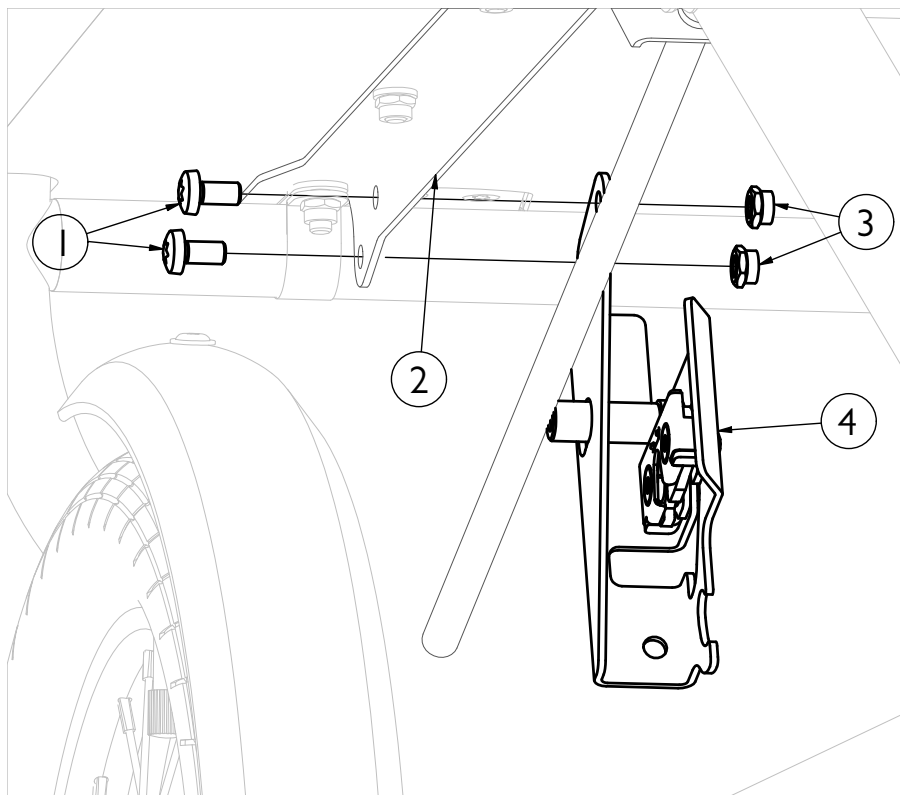

Abbildung 5. Montage des linken Verschlusses
①: Führungsstange links
②: Führungsstange rechts
Im nächsten Schritt werden die beiden Verschlüsse ⑦ und ⑤, Abb. 1 montiert. Hierzu zunächst den linken Verschluss ④, Abb. 5 von innen gegen den linken Träger der Hundebox ② halten, so dass die beiden Befestigungsbohrungen übereinstimmen und anschließend die beiden Schrauben ① von aussen durch diese Bohrungen stecken. Anschließend werden die beiden Muttern ③ von innen festgeschraubt, zunächst nur handfest.
Zuletzt werden die seitlichen Schrauben rechts und links, Abb. 3, S. 3 und Abb. 5, S. 5 mit einem Drehmoment von 8Nm final festgezogen. Die Treppe ist jetzt fertig montiert und kann für den Fahrbetrieb eingeschoben und verriegelt werden (siehe Abschnitt *Treppe einschieben* S. 17).